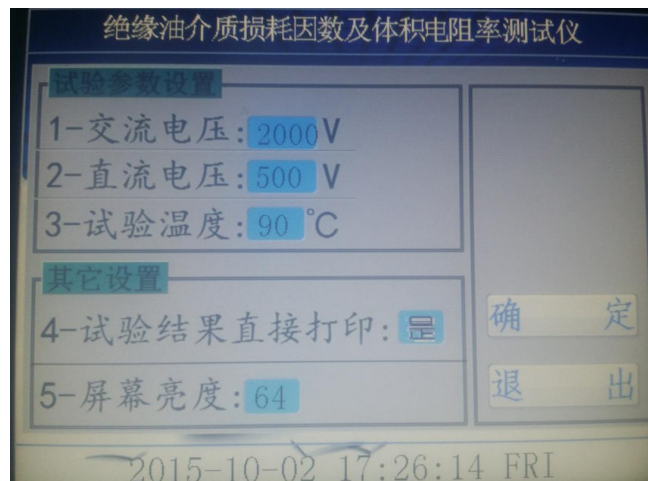
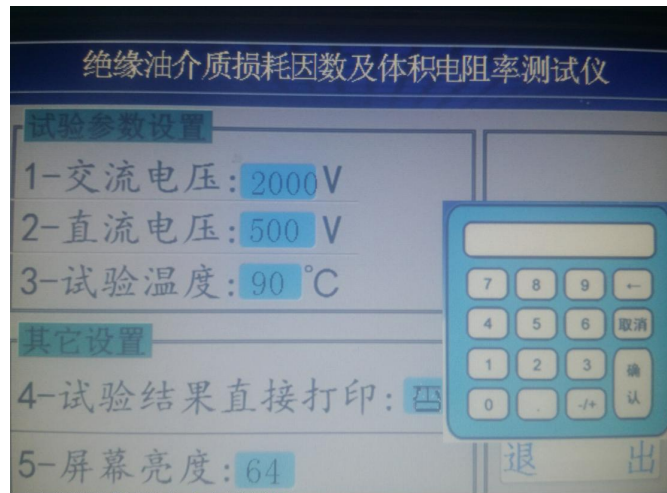

图 4
图 5
3、在图 3 界面下，按试验条件键，设备进入下一级菜单如图 4；
4、在图 4 界面中，可以分别对试验参数进行设置，图中是设备的默认参数，如需改动，只要点击需要改动的参数，就会自动弹出一个键盘，如图 5，在小键盘中直接输入需要的参数并点击小键盘上的确认键即可，选择打印的时候只要点击光标处就可以在是和否之间切换。设定好后点击确定即可回到图 3 主界面。